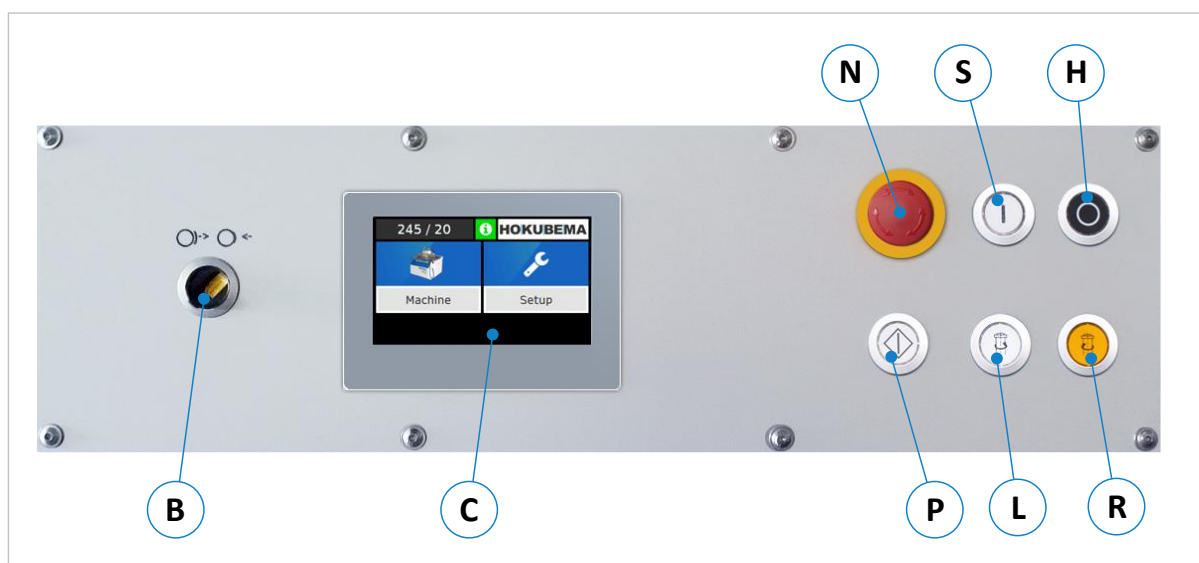

Figure 12 : panneau de commande
- Lorsque la broche est en marche, appuyer d'abord sur le bouton-poussoir  (voir ⇒ Figure 12), pour arrêter la broche. Puis attendre env. 15 secondes → Le frein moteur s'ouvre automatiquement.